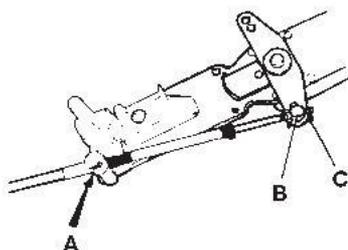

Fig. 9
- Insérez le câble dans le support et assurez-vous que la gaine du câble est bien solidaire du support (A fig. 9).
- Connectez le pivot au levier (B fig. 9) et sécurisez-le à l'aide de la goupille fendue. (C fig. 9)